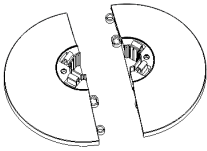

Fig.1
- a. Ensamble el pedestal trasero y el delantero (véase la Fig. 1).